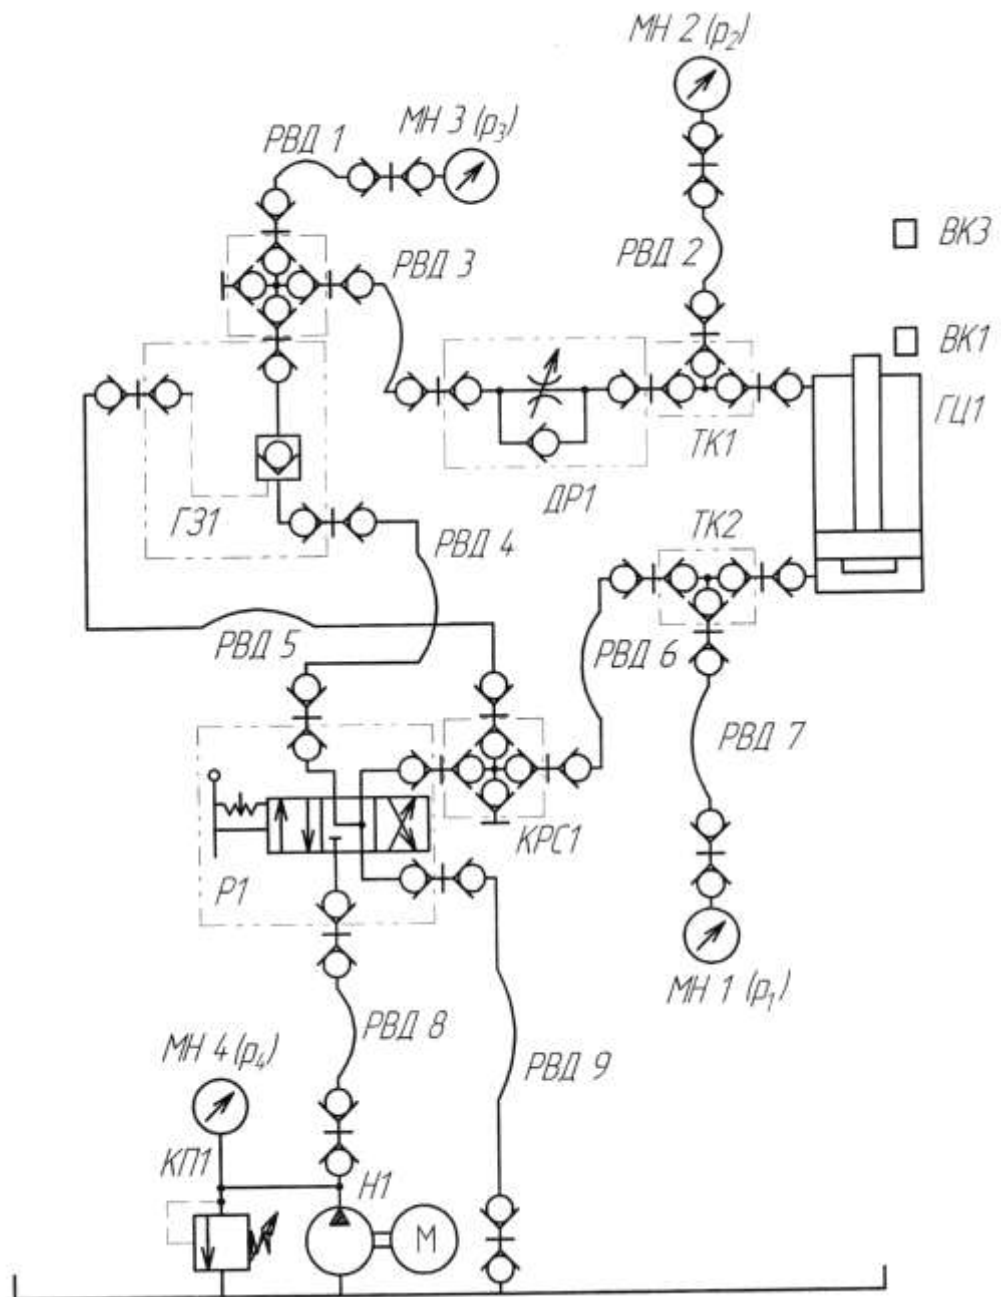

Рисунок 14.1 – схема гидравлическая
Собрать схему рис.14.1.
1. Выполнить чертеж схемы рис.14.1, 14.2 и проставить буквенно-цифровое обозначение.
2. Составить схему потоков для рис. .14.1, 14.2.
3. Составить циклограммы для рис. .14.1, 14.2